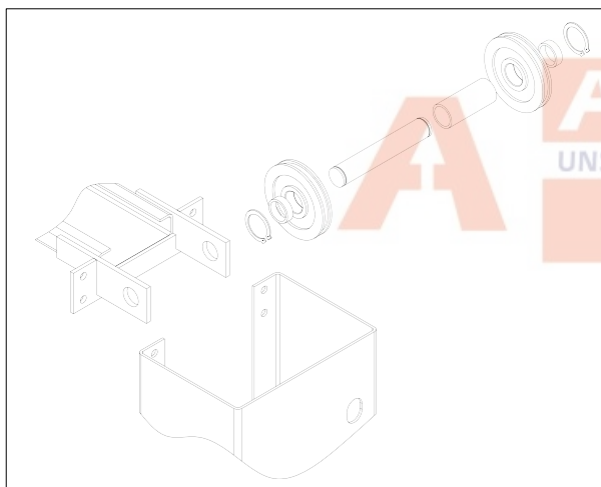

Bild 30
- ◆ Querträger an beiden Säulen wie in Bild 30 anbringen. (Beachte, dass sich der Endschalter innerhalb der Hauptsäule befindet.)